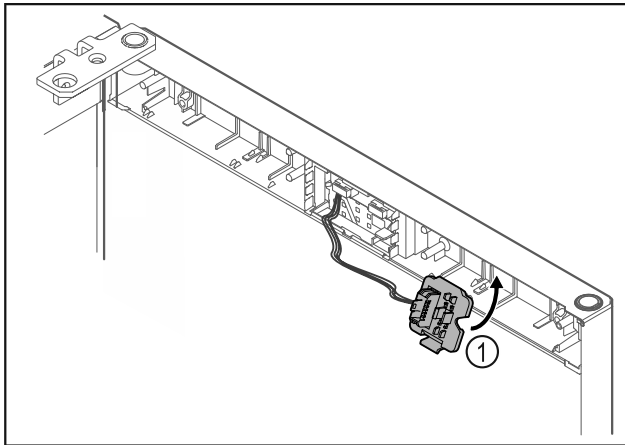

Fig. 17
- ▶ Reteszelje be a dugófoglatot Fig. 17 (1) az ellenkező oldalon.